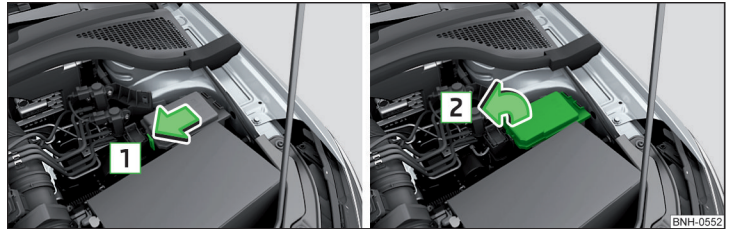
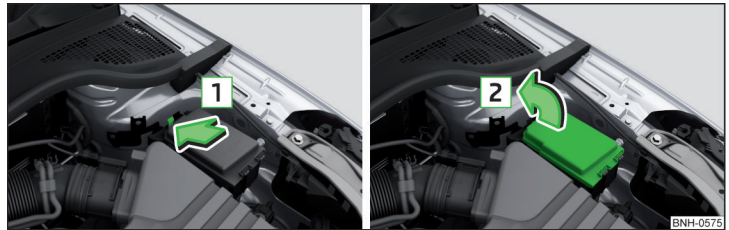

Fig. 181 Capacul panoului de siguranțe - varianta 1
Fig. 182 Capacul panoului de siguranțe - varianta 2
- Apăsați tasta de blocare a capacului în sensul săgeții **1** » fig. 181 sau » fig. 182 și scoateți capacul în sensul săgeții **2**.